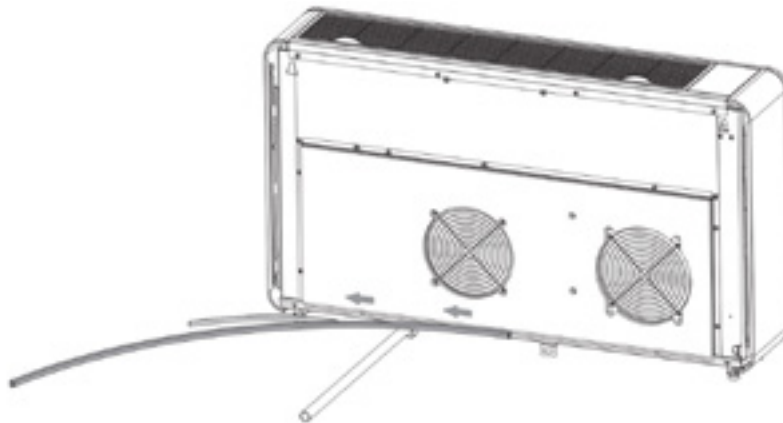

Figura 1
1. La banda di tenuta deve essere applicata lungo il bordo dell'unità, come mostrato nella Figura 1.
Premere il pulsante "Registrati" in fondo allo schermo, come mostrato nell'Figura 1.